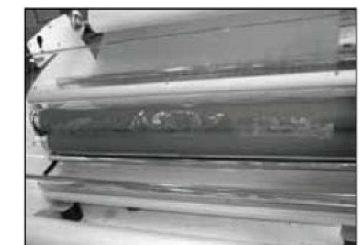

Рис. 2
G. Пропустите пленку над натяжным валом затем под защитную крышку до тех пор пока пленка не достигнет верхнего нагревательного вала. (Рис.2)